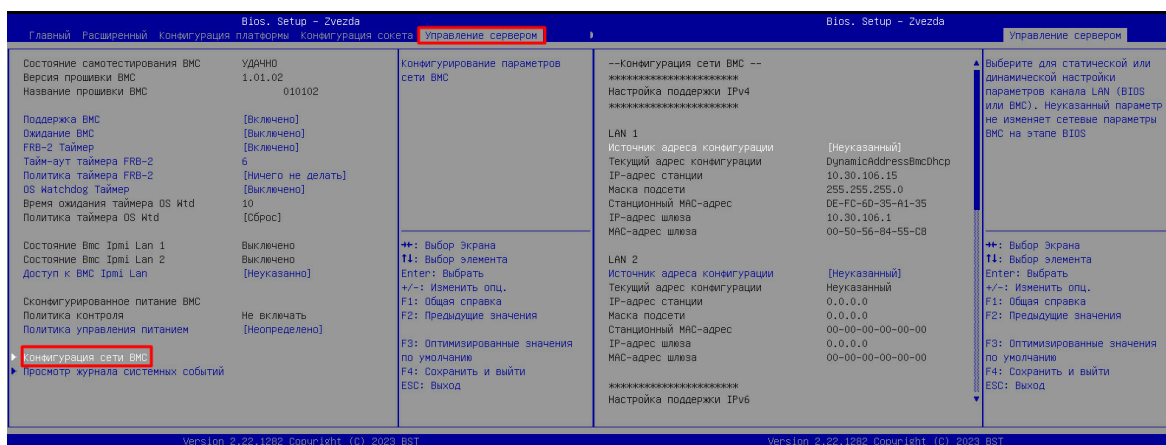

Рисунок 35 – Настройка адреса ВМС IP-адрес
1. На сервере настроить свободный IP-адрес из вашей подсети, по которому будет доступен интерфейс ВМС, через протокол HTTPS (см. Рисунок 35).